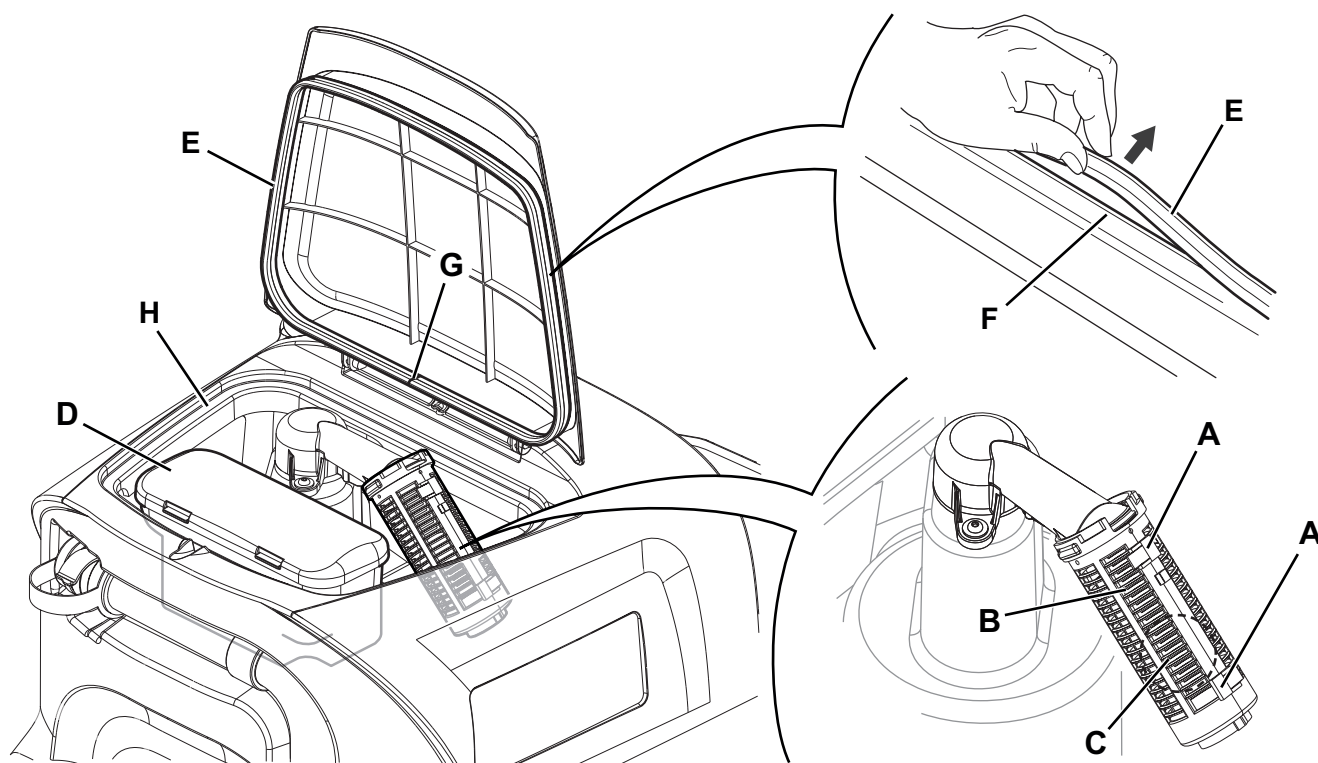

Figure 9
2. S'assurer que la machine est éteinte avec la clé opérateur (41) en position « O ».
3. Ouvrir le couvercle (18).
4. Nettoyer et laver avec de l'eau propre l'intérieur du réservoir (17) et du couvercle.
5. Vider l'eau du réservoir avec le tuyau (26).
6. Nettoyer la grille d'aspiration (28), dégager les dispositifs de retenue (A, Fig. 9), ouvrir la grille (B), récupérer le flotteur (C) et nettoyer soigneusement ; enfin reposer en place.
7. Démontez le bac de récupération des débris (D) et ouvrez son couvercle, puis nettoyez soigneusement et réinstallez le tuyau d'aspiration.
8. Contrôler l'intégrité du joint d'étanchéité (E) du couvercle du réservoir.